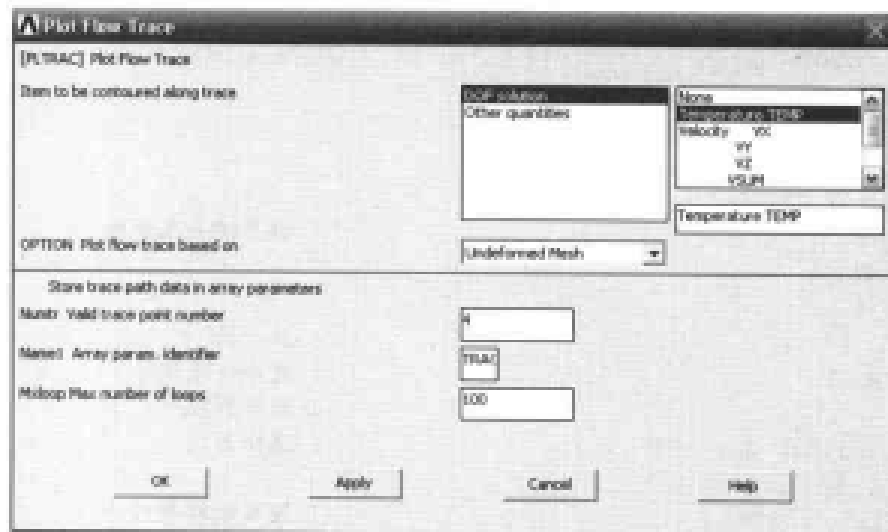
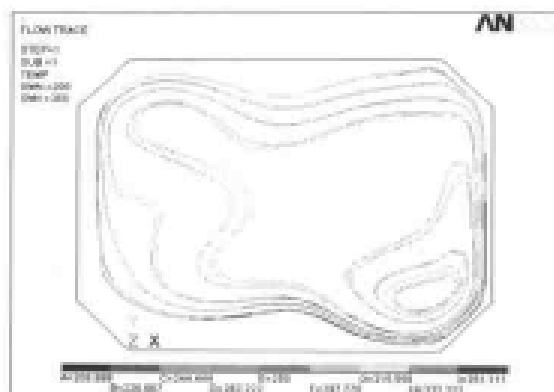

图 14-57 粒子轨迹显示设置对话框
图 14-58 粒子轨迹显示的温度等值
(8) 选择 Main Menu | General Postproc | Plot Results | Plot Flow Tra 命令，出现 Plot Flow Trace 对话框。参照图 14-57 对其进行设置，单击 OK 按钮，ANSYS 显示窗口显示如图 14-58 所示的粒子轨迹显示的温度等值线图。